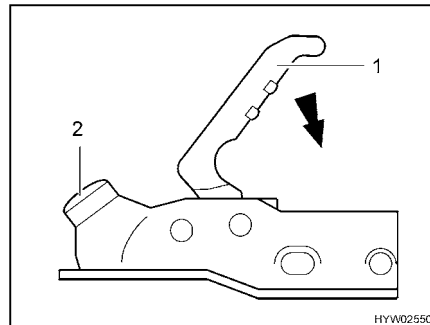

Bild 2 Släpvagnskoppling AK 300/160
- Sätt den öppna släpvagnskopplingen (Bild 2) på dragfordonets kopplingskula. Släpvagnskopplingen hakar fast automatiskt; det ska höras att den hakar i. Handtaget återgår automatiskt till utgångsläget.
- Tryck dessutom ned kopplingshandtaget (Bild 2,1) med handen (trampa inte på den). Kopplingen stängs och säkras automatiskt.
- Gör en visuell kontroll: Säkerhetsindikatorns gröna cylinder (Bild 2,2) måste synas.